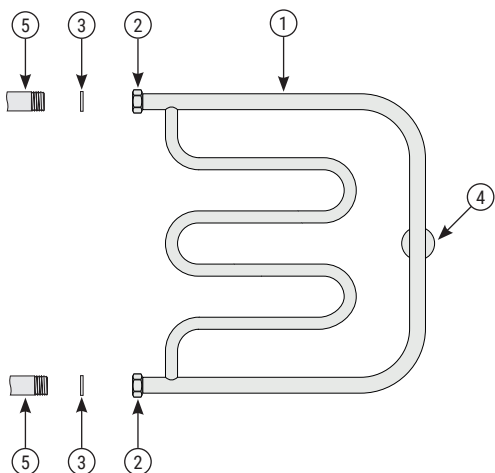

Рис.1
5.1. Сборку и установку изделия производить согласно схеме (рис. 1, 2).
5.8. Для герметизации резьбовых соединений производитель комплектует изделие прокладками собственно изготовления (п. 3.3 и рис. 1 «3»).